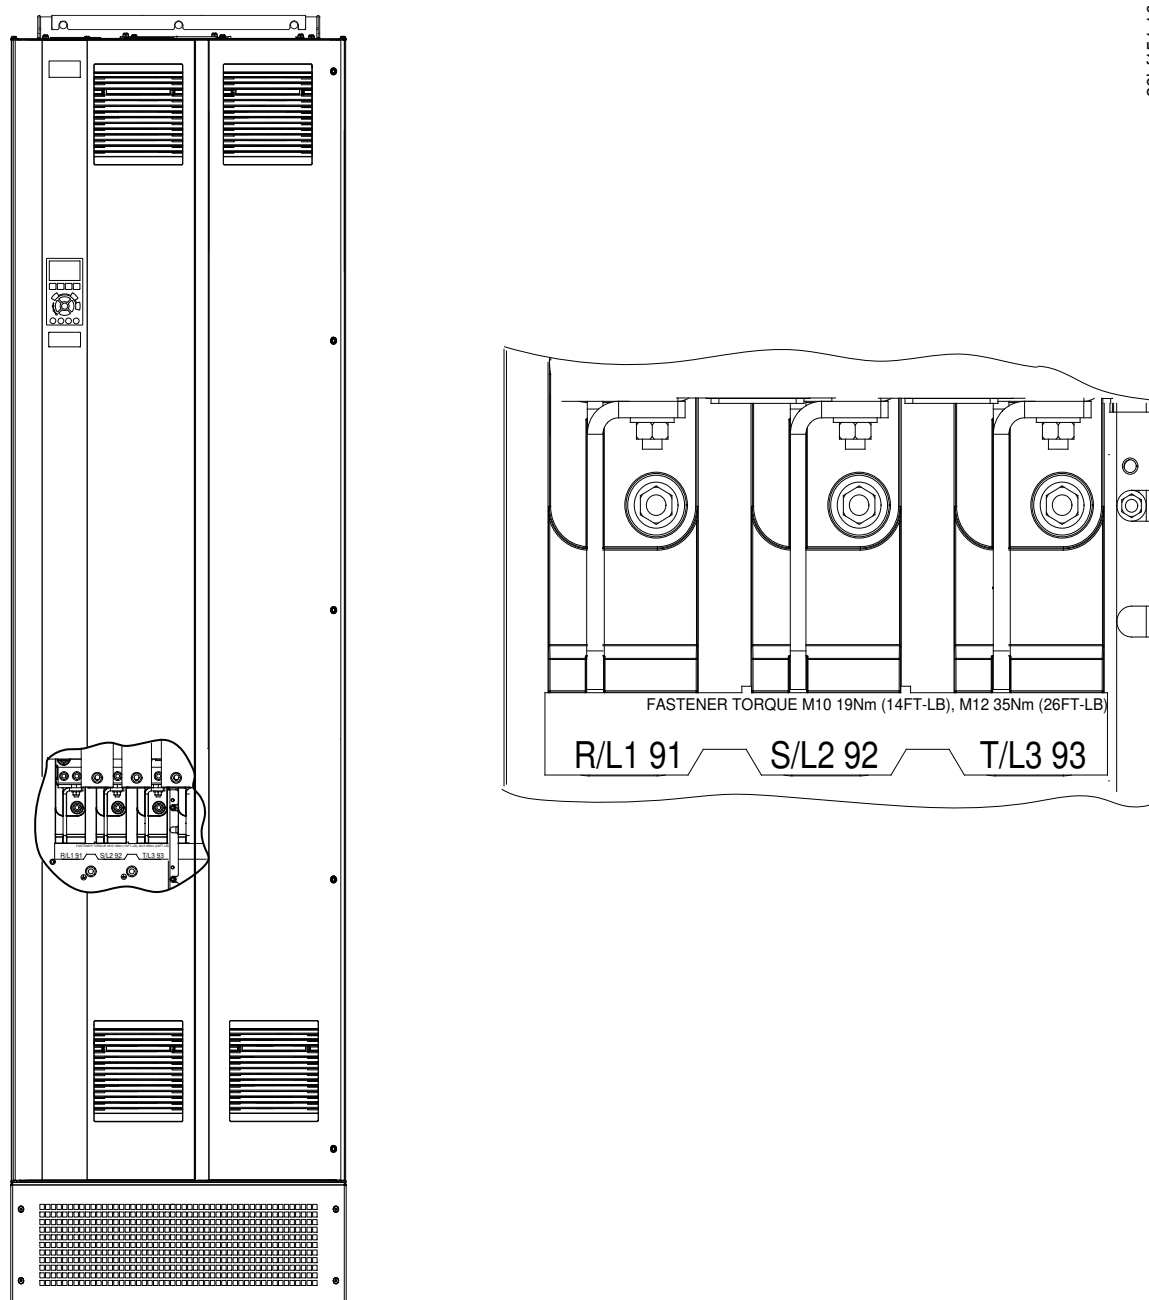

Ilustración 20: Terminales de red de CA (se muestra el alojamiento E1h).
4. Conecte el cableado de potencia de entrada trifásica de CA a los terminales R, S y T. Consulte el apartado Ilustración 20.